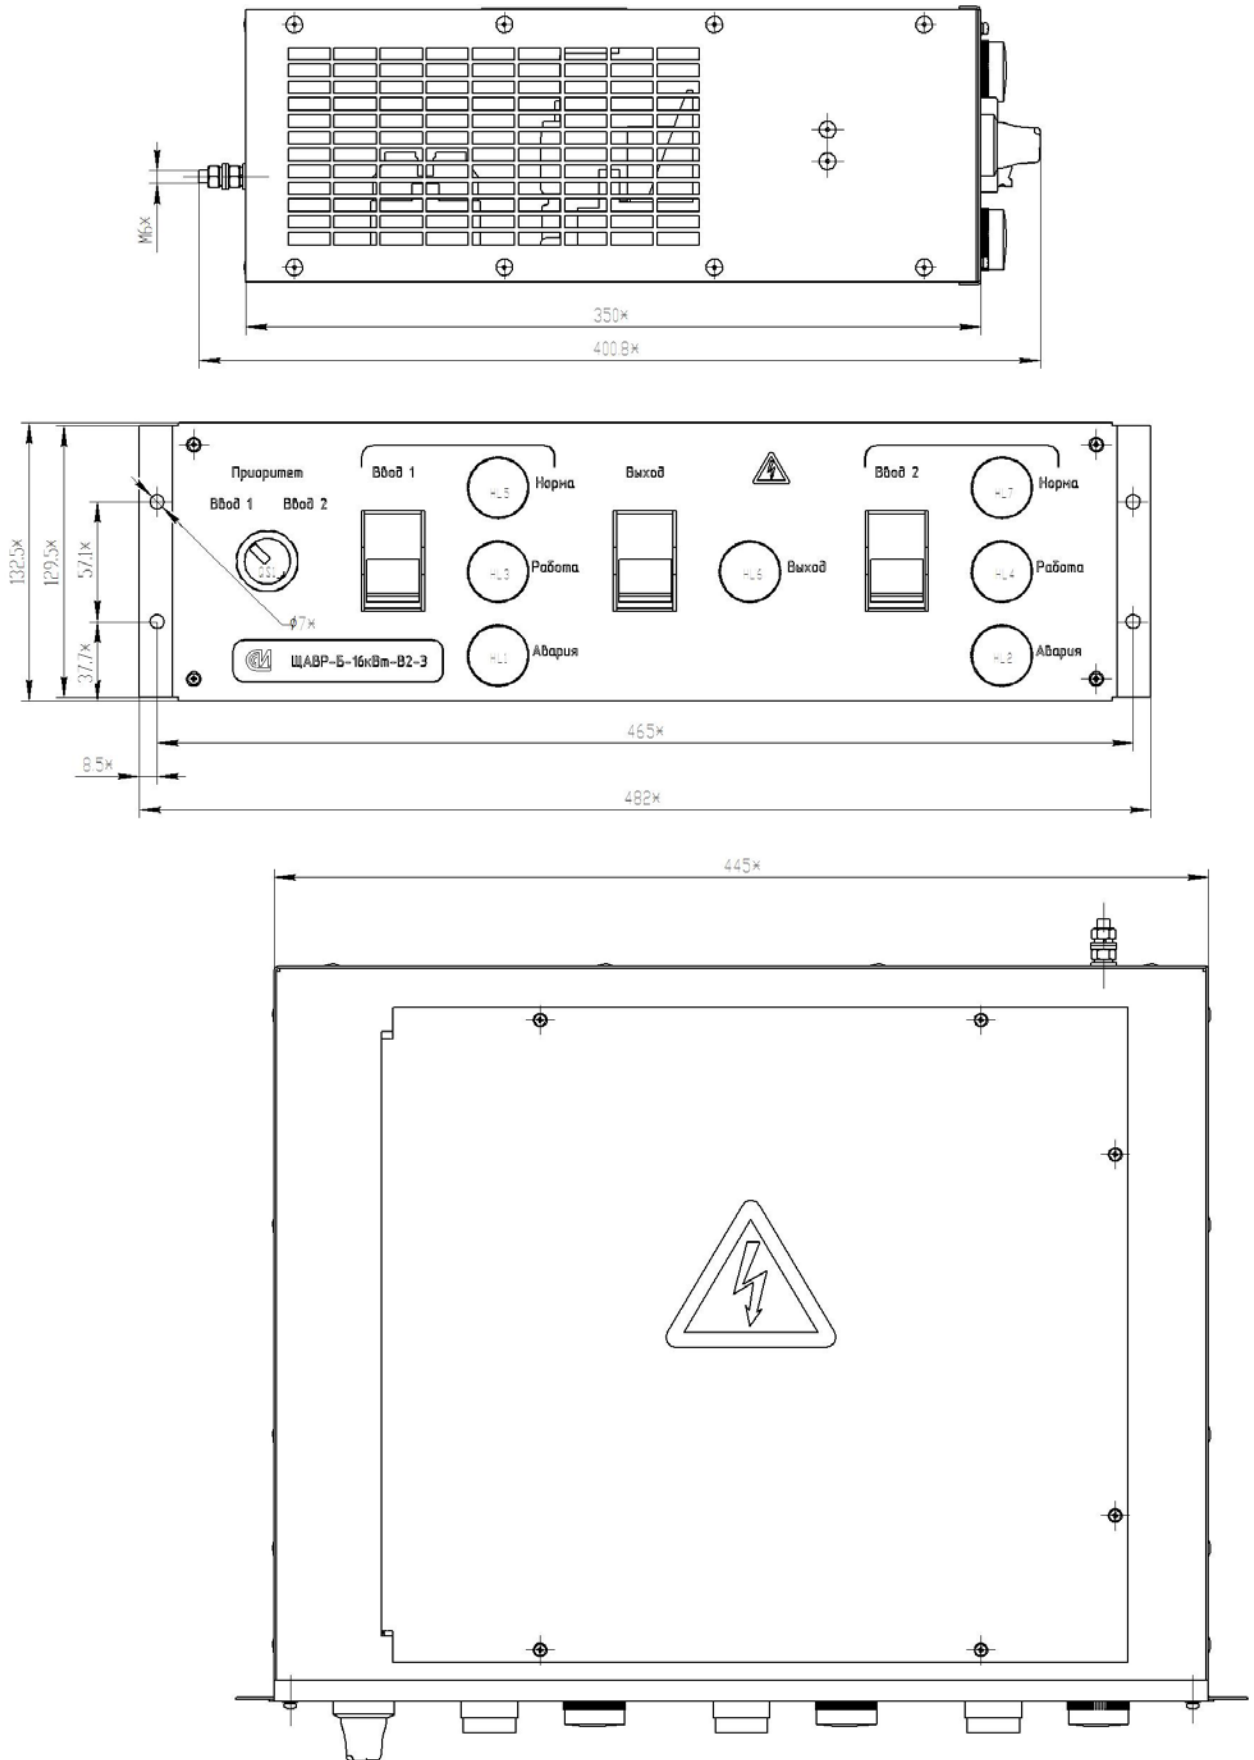

Рис.1. Габаритно-присоединительные размеры щита автоматического включения резерва ЩАВР-Б-16кВт-В2-3.
3.2.4 Габаритно-присоединительные размеры щита указаны на рис. 1.